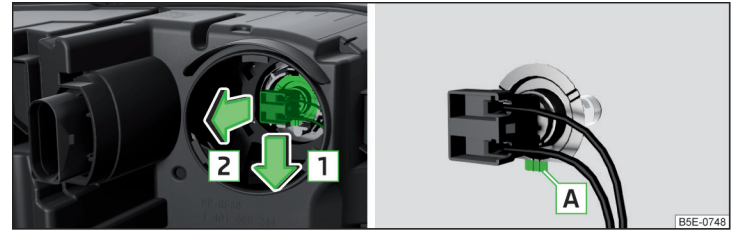

Abb. 357 Glühlampe für Fernlicht wechseln
- › Den Stecker mit der Glühlampe in Pfeilrichtung **1** lösen » Abb. 357.